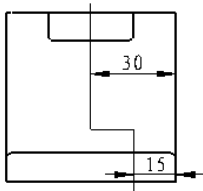
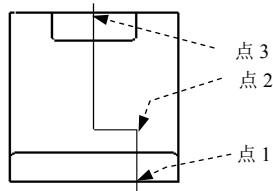

图 4.7.13 绘制剖切线
图 4.7.14 定义剖切点
(1) 绘制剖切线。利用草图绘制工具绘制图 4.7.13 所示的三条直线作为剖切线, 并添加尺寸约束。
(2) 隐藏尺寸约束。选择下拉菜单    命令, 分别选取图 4.7.13 所示的两个尺寸, 然后按 Esc 键, 完成尺寸的隐藏。
(3) 选择命令。选择下拉菜单    命令, 系统弹出“剖面视图”对话框。
(4) 定义剖切点。在“剖面视图”对话框的  区域单击  按钮, 取消选中  复选框, 然后选取图 4.7.14 所示的点 1, 在系统弹出的快捷菜单中单击  按钮, 在图 4.7.14 所示的点 2 和点 3 处单击, 单击  按钮。